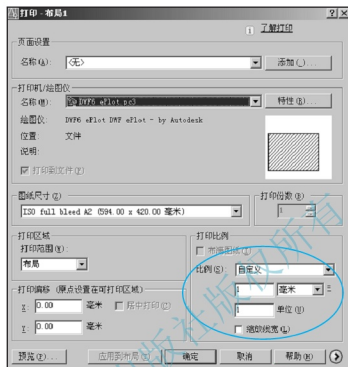

图 5.98 设置【打印-布局1】对话框
(7) 打印。
① 将【视口】图层冻结。
② 右击【布局 1】，从弹出的快捷菜单中选择【打印】命令，打开【打印-布局 1】对话框，如图 5.98 所示，单击【确定】按钮即可打印图形。